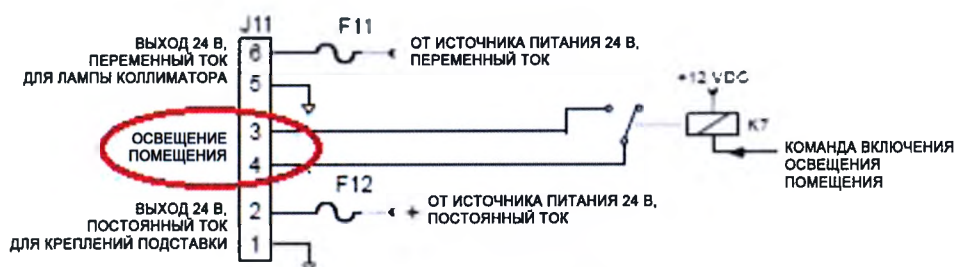

Рисунок 3-89. План системы освещения помещения
(8) Рисунок 3-89. Освещение системы блокировки двери отсека